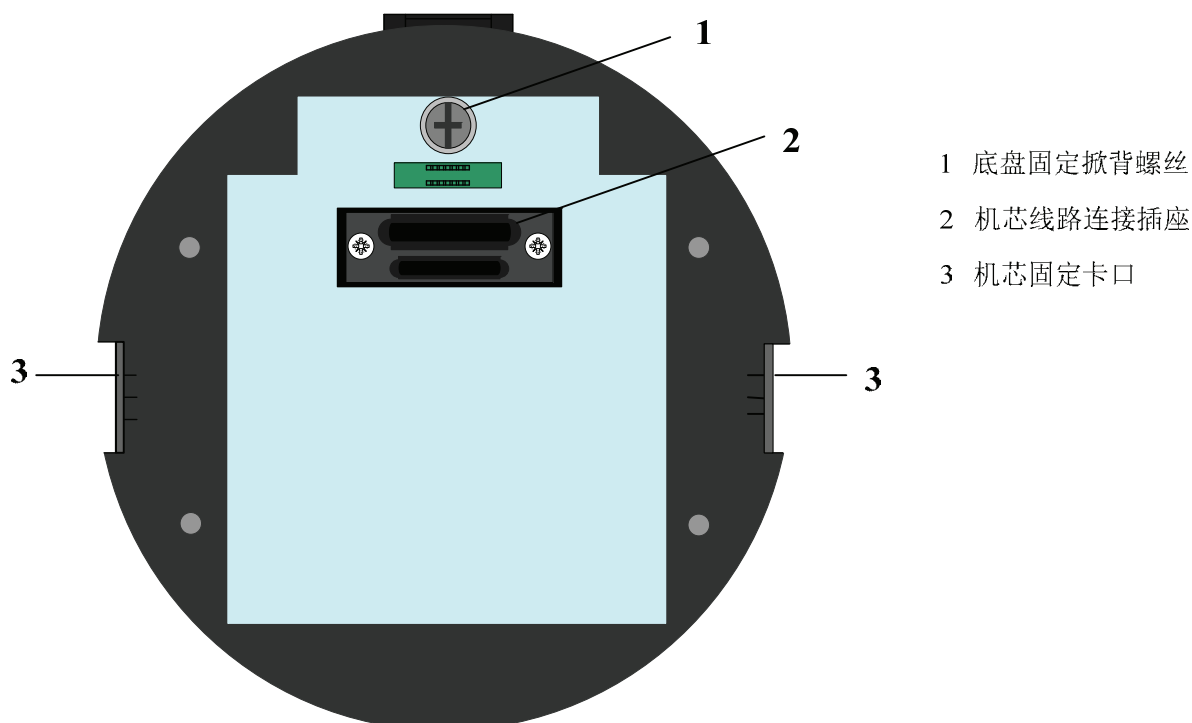

图 2-2-3 球机底盘示意图
- 4、打开底盘固定掀背螺丝，将线放入外罩，安装外罩。当取出球机外罩时，可见球机底盘，如图 2-2-3 所示。拧松图 2-2-3 中所示的“1：底盘固定掀背螺丝”，然后向上打开底盘，我们可以看到底盘背面的球机底盘电路板，如图 2-2-4（网络）和 2-2-5（模拟）所示，图中所示 1、2、3 分别为：报警输入输出插座，语音输入输出（模拟球不支持）、视频信号输出插座及 RS-485 控制线插座，24V 交流电源输入插座。